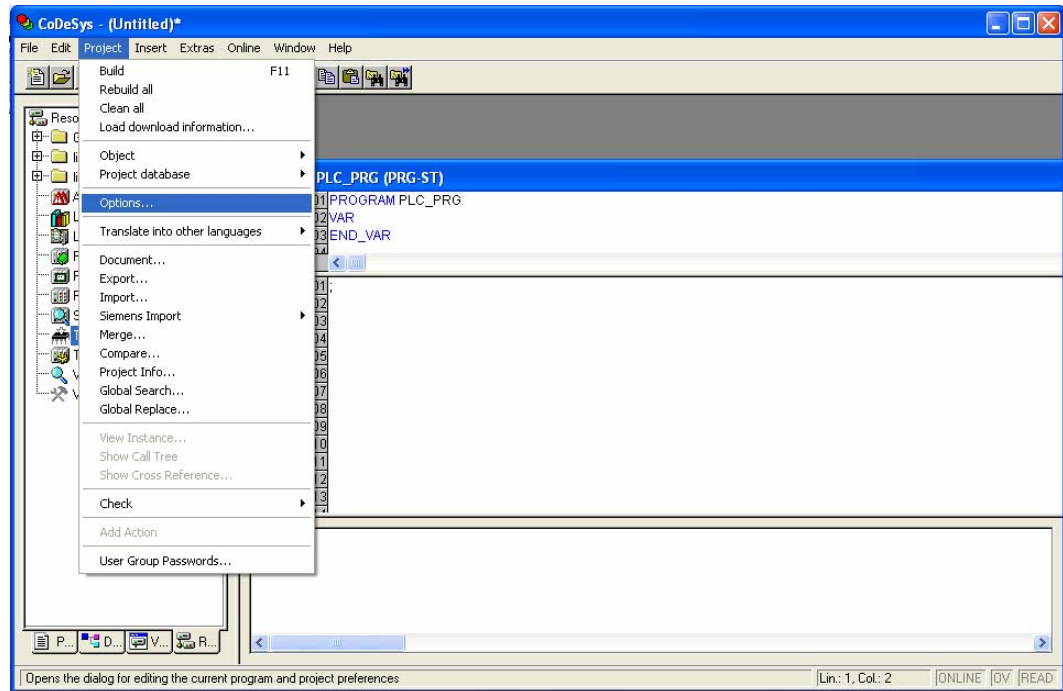

Рис. 3. Выбор команды Project => Options
4. В главном меню **CoDeSys** (рис. 3) выбирается пункт **Project** и, в появляющемся контекстном меню, команда **Options**.